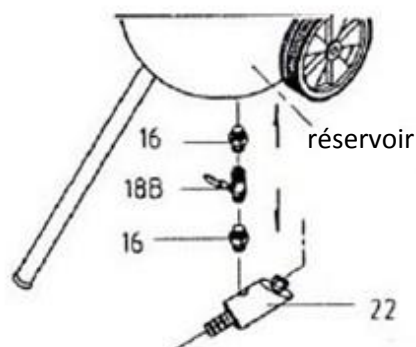

Figure 4
3. Placez le réservoir (1) sur la table de manière à ce que les quatre pinces soient orientées vers le haut. Reportez-vous à la figure numéro 3. Vissez le piège à air (17) et ses pièces dans le trou situé sur le côté du tuyau d'admission. Vissez ensuite l'extrémité libre du tube de raccordement (13) au tuyau d'admission (14) et au manomètre (15) monté dans le trou fileté sur le côté du tube de remplissage en haut du réservoir. Assurez-vous que le tuyau d'arrivée et le manomètre sont verticaux.
4. Reportez-vous à la figure 4 pour obtenir des instructions sur le montage de la vanne de sortie de sable dans le trou situé au fond du réservoir.